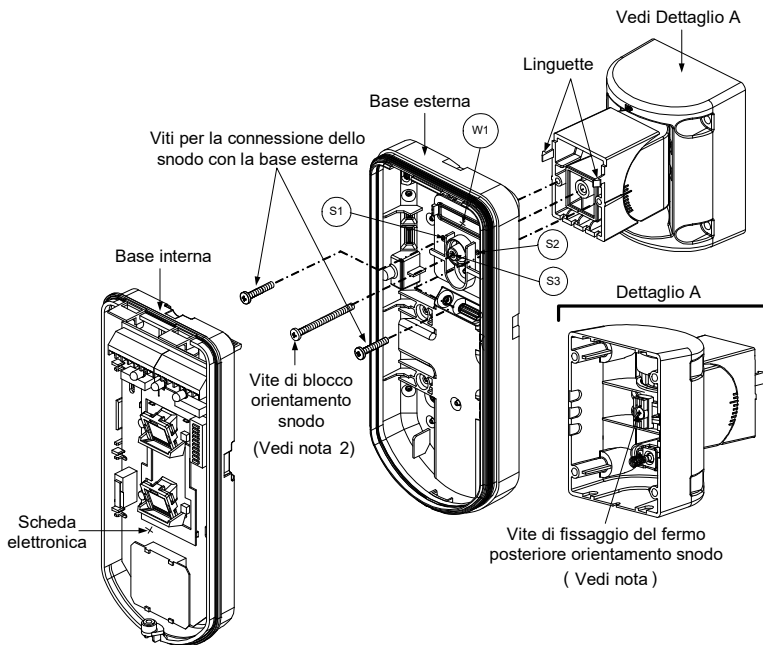

Figura 8
8. Unire la base esterna allo snodo utilizzando le apposite linguette ad incastro (Figura 8).
9. Fissare la base esterna allo snodo con due viti tramite le predisposizioni S1 e S2 (figura 8).
11. base esterna attraverso il foro a sfondare S3 (figura 8).
15. Per regolare lo snodo standard quando viene installata la scheda elettronica (figura 8):
Quando i punti marcati delle due parti mobili sono allineati (figura 8), lo snodo standard si trova in posizione 0°. Ogni "click" verticale da questa posizione corrisponde ad un incremento / decremento di 5°.